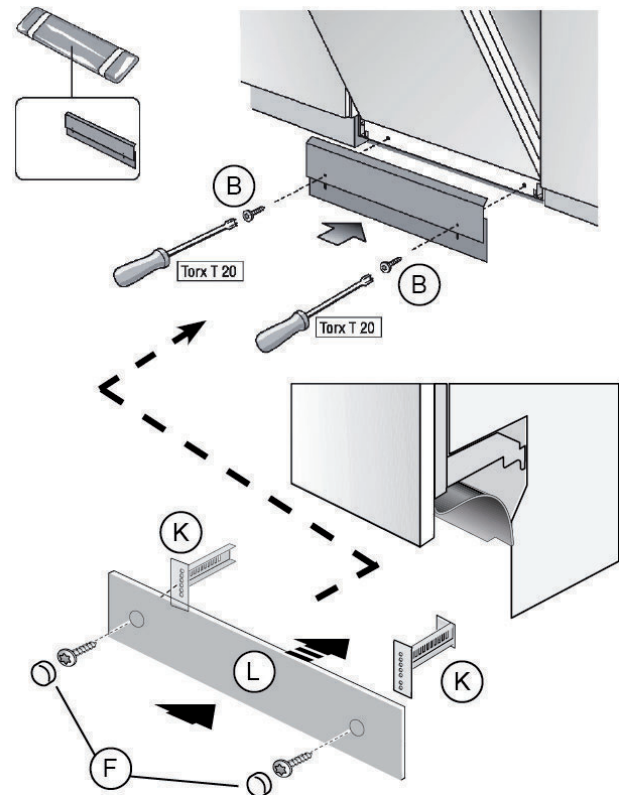
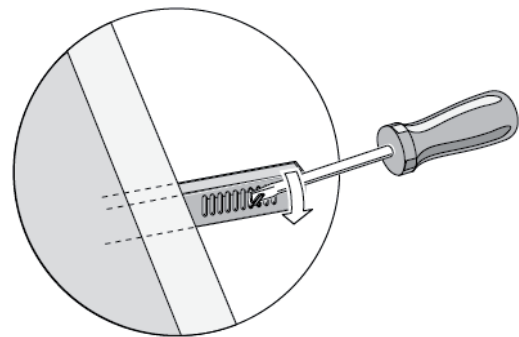

Figura 26
Figura 27
3. Coloque los dos tornillos negros (incluidos) a través del orificio que se encuentra en el panel de pie para asegurarlo. Use los tornillos suministrados para no dañar la lavadora de platos. Consulte la **Figura 26**.
5. Para los modelos con panel de pie externo (3.^a pieza), deslice los soportes (K) suministrados, dentro de las ranuras del panel de pie que acaba de colocar.
6. Una vez que determine la posición correcta de los soportes, retire el soporte y doble la pestaña de metal. Consulte la **Figura 27**. Esto asegura que el panel de pie no se deslice hacia adentro más de lo necesario.
8. Coloque el panel de pie externo (L) sobre los soportes y coloque los tornillos suministrados en su lugar para asegurar el panel de pie asegurándose de que el faldón de hule quede completamente oculto detrás del panel de pie externo.